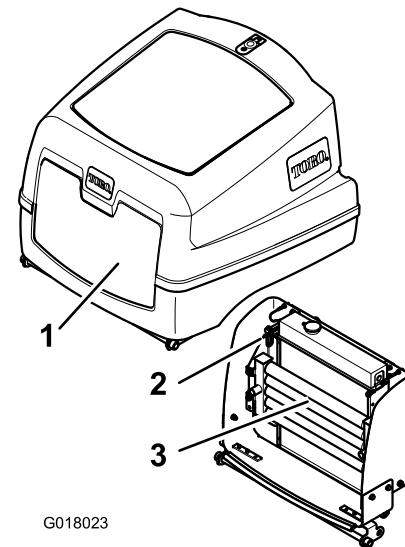

Figura 51
4. Liberte o trinco e abra a cobertura do motor (Figura 51).